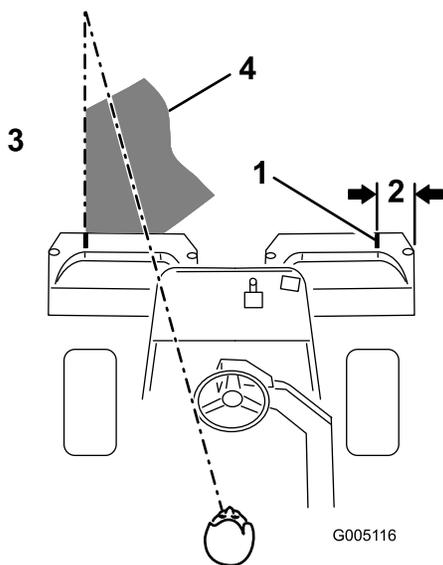

Figura 24
**Nota:** Para ayudar a mantener una línea recta a través del green y mantener la máquina a la misma distancia de la pasada anterior, imagínese una línea que va desde un punto situado a 1,8–3 m aproximadamente por delante de la máquina, hasta el borde de la parte no segada del green (Figura 24). Incluya el borde